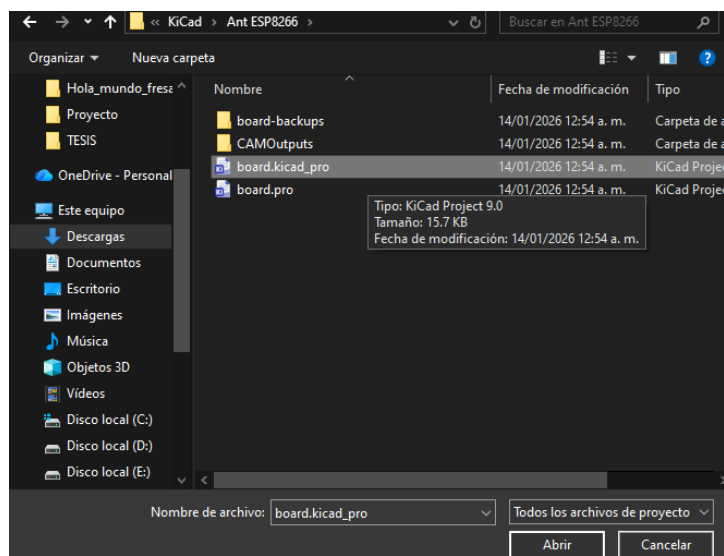

Ilustración 6 Ubicación de archivo.
Paso 3.3: Nos dirigimos a la carpeta que descomprimimos, Hormiga-master > KiCad > Ant ESP8266 > board_Kicadp_pro (Ilustración 6).